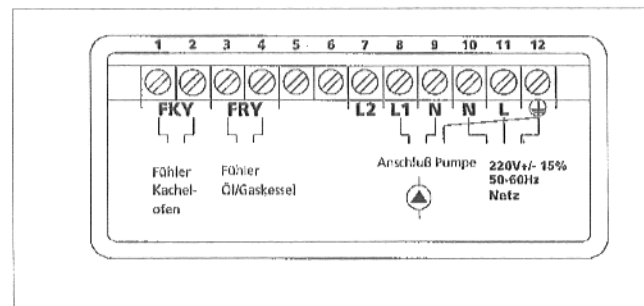

Abb.16: Unterteil
- 0** = Relais in Ruhestellung, Ausgang auf Klemme 7 (Abb. 16)